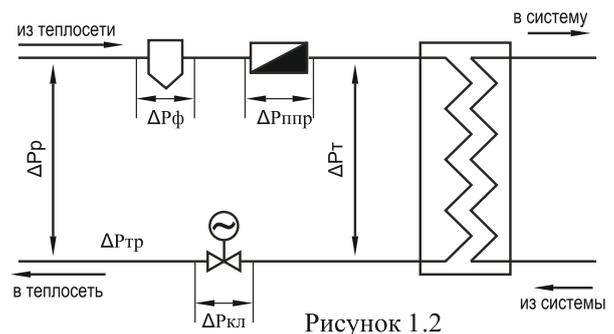

Рисунок 1.2
- в системах с независимым присоединением потребителя через теплообменник (к примеру системы горячего водоснабжения или отопления) (Рис. 1.2) перепад давления на клапане $\Delta P_{кл}$ будет равен:
1) построение схемы регулирования (рис. 1.2) и определение данных для подбора.